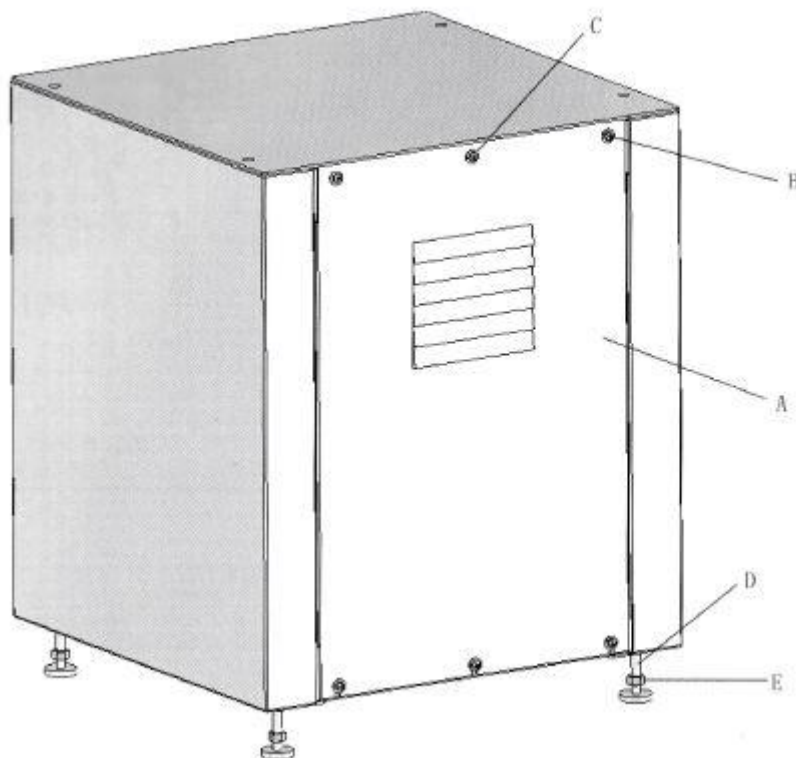

Рис. 10 Сбор каркаса
1. Откройте транспортную коробку и выньте каркас. Снимите шесть винтов с полукруглой головкой (В) и плоские шайбы (С), Рис. 10. Снимите переднюю панель (А) и извлеките комплект технических средств, входящий в комплект поставки каркаса.
2. Вставьте четыре регулировочных винта (D) и шестигранную гайку (Е) в четыре отверстия в нижней части каркаса. Отрегулируйте винт(ы) (D) для обеспечения необходимого выравнивания каркаса, затем затяните шестигранные гайки (Е).